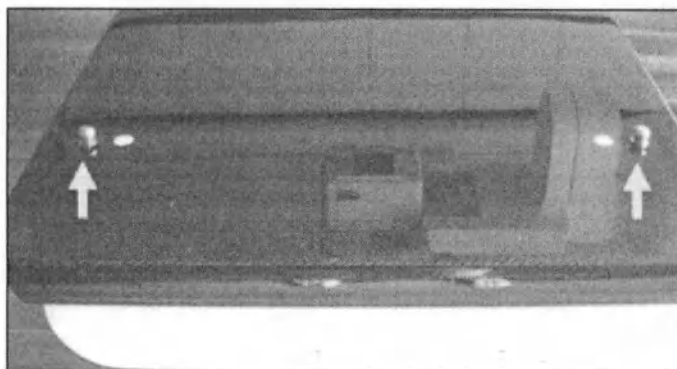

Рисунок 2.13.33
- Нажмите на защелки на зажимах упора для ног и поместите упор для ног на штыри на деке стола (указанные на рис. 2.13.33) соблюдая осторожность, чтобы не поцарапать стол;